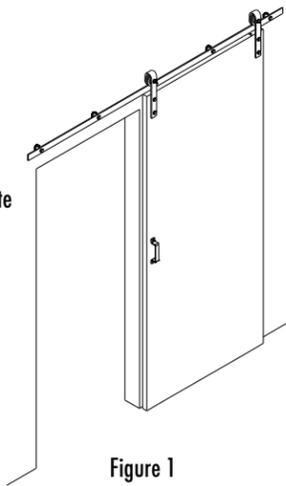

Figure 1
Étape 1) Si votre porte se ferme à gauche, utilisez cette feuille (voir la Figure 1). Si votre porte se ferme à droite, utilisez la feuille intitulée « La porte se ferme à droite ». Suivez la fiche d'instructions principale fournie pour installer correctement le rail sur votre mur avant d'installer les bras de déclencheur en haut de votre porte.